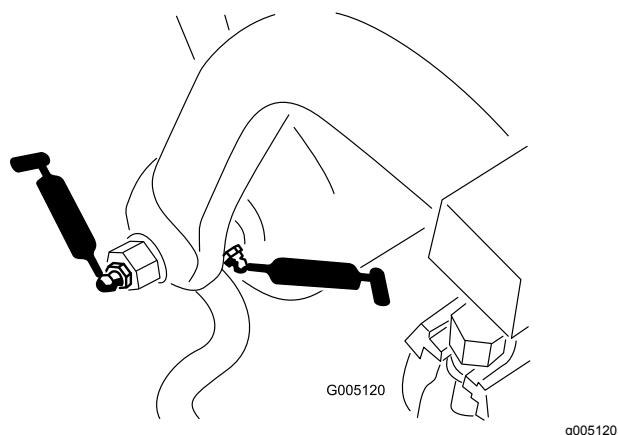

Figura 39
- Rullo e albero del telaio di trazione (12) (Figura 39)